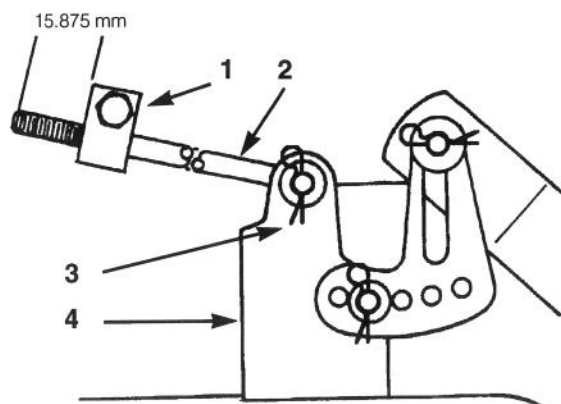

Figure 52
6. Mesurer la portion de tige dépassant du bloc de réglage de chaque côté du châssis (Fig. 52). Si la longueur de la tige n'est pas égale à 15,875 mm, déposer la goupille et la rondelle à l'extrémité de la tige (Fig. 52) et tourner la tige jusqu'à ce que cette dimension soit obtenue. Insérer ensuite l'extrémité de la tige dans le trou du support de la tondeuse et la fixer au moyen de la rondelle et de la goupille. Répéter cette procédure de l'autre côté de la tondeuse.
8. Relever ou abaisser l'avant de la tondeuse en réglant la longueur de la tige et en la remontant dans le support de la tondeuse au moyen de la rondelle et de la goupille (Fig. 52). Régler un côté à la fois. Lorsque les deux tiges sont réglées, contrôler à nouveau l'inclinaison avant/arrière. Continuer à régler les tiges un tour à la fois jusqu'à ce que l'avant de la tondeuse soit 3,175 mm plus bas que l'arrière.